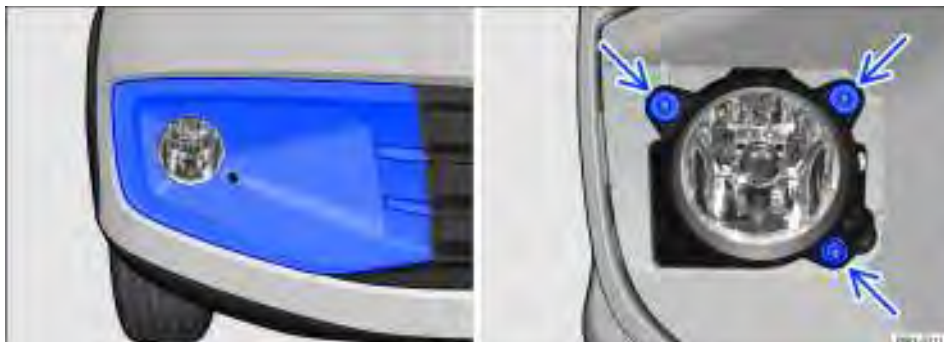

Fig. 185 No para-choque dianteiro: desinstalar o farol de neblina.
2. Retirar a cobertura do para-choque ⇒ Fig. 185 (região azulada), puxar no sentido para frente.
3. Remover os parafusos de fixação ⇒ Fig. 185 -setas-.
14. Recolocar e apertar os parafusos de fixação ⇒ Fig. 185 -setas-.
15. Encaixar a cobertura do para-choque ⇒ Fig. 185.